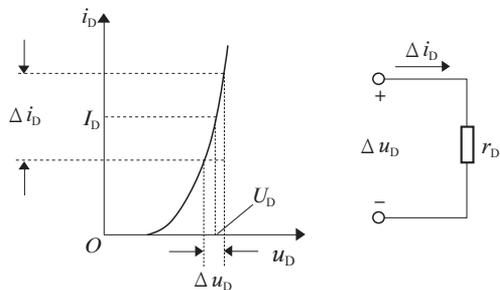

图 1-20 二极管的微变等效模型和等效电路
(2) 微变等效电路。如果只考虑二极管两端的电压在某一固定值附近作微小变化时所引起的电流变化，或只考虑二极管两端的电流在某一固定值附近作微小变化时所引起的电压变化，可以用曲线在该固定值处的切线来近似表示着一小段曲线，如图 1-20 所示。在这种情况下二极管的等效电路是一个微变等效电阻  $r_D$ ，利用 PN 结方程求出：